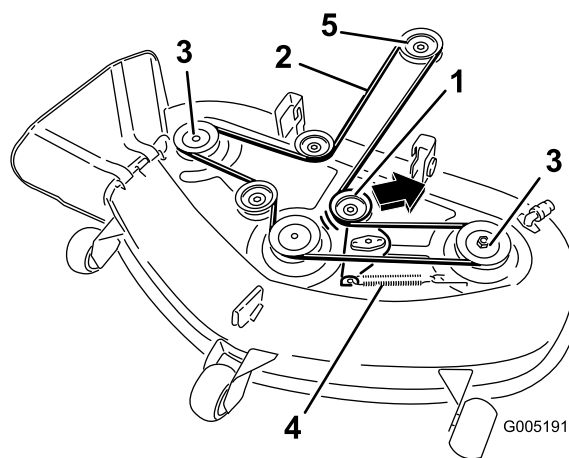

Figure 59
5. Tirez la poulie de tension dans la direction indiquée à la Figure 59 et retirez la courroie des poulies.
6. Acheminez la courroie neuve autour des poulies du moteur et du plateau de coupe (Figure 59).
7. Tirez la poulie de tension dans la direction indiquée à la Figure 59 et acheminez la courroie autour de la poulie de tension (Figure 59).